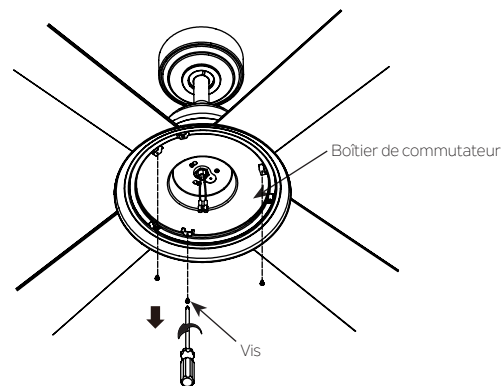

Fig. 20
Étape 1: Retirer l'une des trois vis sur la plaque d'éclairage et conserver pour une utilisation ultérieure (Fig 20).